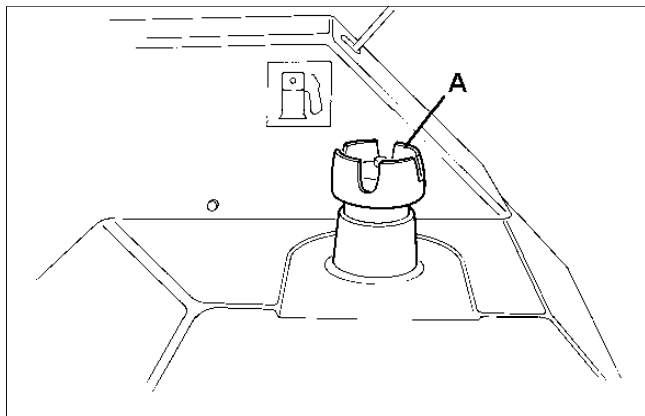
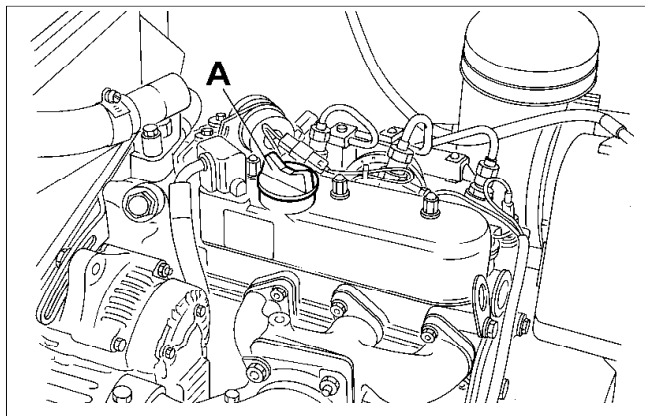
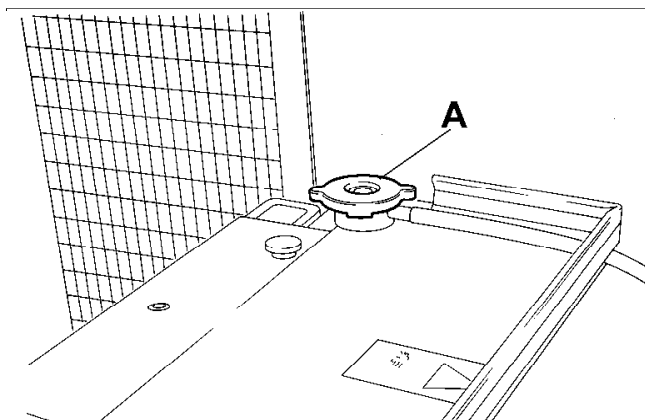
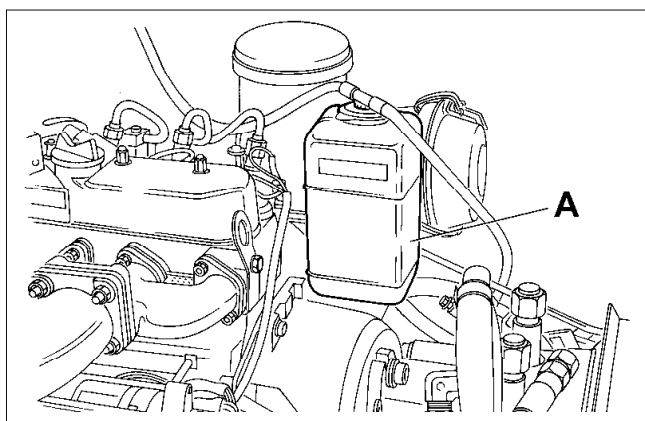

Fig. 12
Fig. 13
Fig. 14
Fig. 15
Før motoren startes, skal brændstoftanken fyldes (A Fig. 12) med diesel. Fyld motorens bundkar med olie gennem påfyldningshullet (A Fig. 13), og fyld køleren (A Fig. 14) og ekspansionstanken (A Fig. 15) med 50%-kølevæske.
- Fyld brændstoftanken (A Fig. 12) med diesel nr. 2-D (ASTM D975).
- Fyld motorbundkarret med olie med API-klassificering i CC/CD/CE-klasse gennem påfyldningshullet (A Fig. 13) (se også oversigten på side 14).
Fyld køleren (A Fig. 14) op, og fyld ekspansionstanken (A Fig. 15) halvt op med 50%-kølevæske. Kapaciteten er 4,26 liter.
Innan motorns startas måste bränsletanken fyllas med diesel, och motorsumpen (A fig. 13) kylaren (A fig. 14) och expansionstanken (A fig. 15) fyllas med en 50-procentig frostskyddsvätska.
- Fyll bränsletanken (A fig. 12) med dieselbränsle nr. 2-D (ASTM D975).
- Fyll motorsumpen med olja av kvalitet CC/CD/CE (API-klassifikation) genom påfyllningshålet (A fig. 13) (se även tabell på sid. 14).
Fyll kylaren (A fig. 14) med 50-procentig frostskyddsvätska, och även expansionstanken (A fig. 15) till hälften.